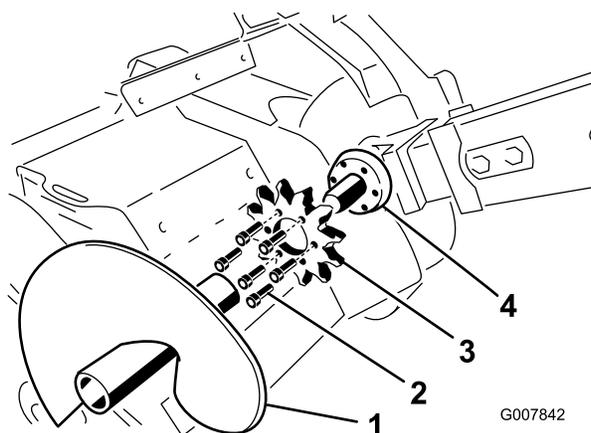

Рисунок 61
4. Снимите отвальный шнек (Рисунок 61).
9. Отверните 6 болтов, которые крепят ведущую звездочку (Рисунок 61).
10. Снимите и удалите в отходы ведущую звездочку (Рисунок 61).
11. Очистите посадочную поверхность звездочки на траншеекопателе (Рисунок 61).
12. Насадите на вал новую звездочку (Рисунок 61).
13. Вверните вручную в звездочку 6 болтов (Рисунок 61).